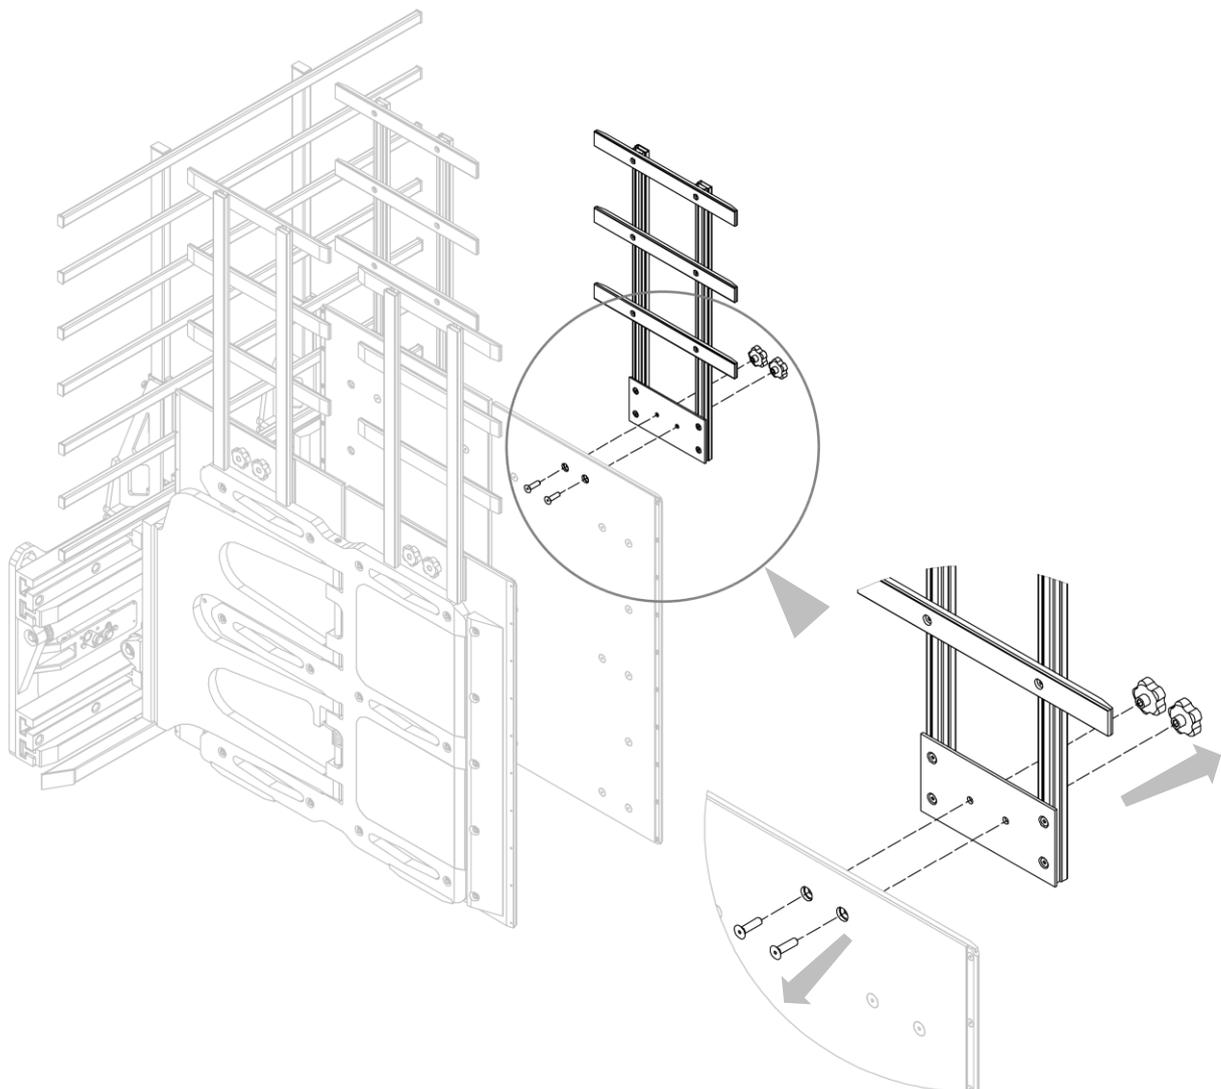

Abbildung 58
2. Schrauben Sie die Schrauben und Drehgriffe, mit denen die seitlichen Lastschutzrahmen an die Klappen geschraubt sind, heraus und nehmen Sie die seitlichen Lastschutzrahmen ab (siehe *Abbildung 58*).